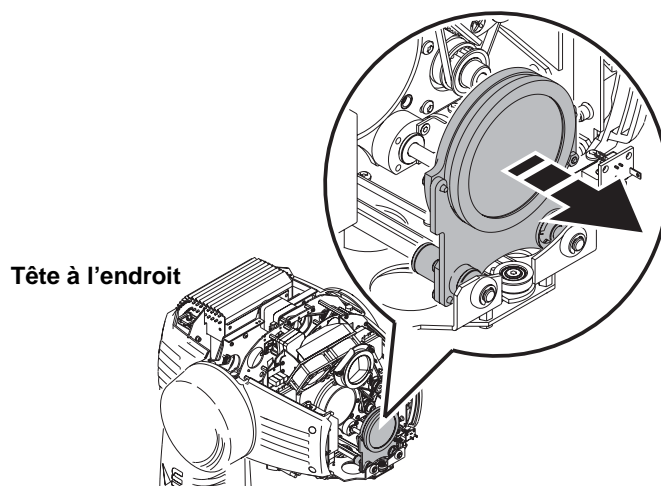

Figure 15: Avancez la lentille de zoom vers l'avant
4. Positionnez la tête à l'endroit pour accéder par le haut aux composants. Maintenez la lentille de zoom par la base de son support et faites-la glisser jusqu'au plus loin vers l'avant du projecteur (voir Figure 15).